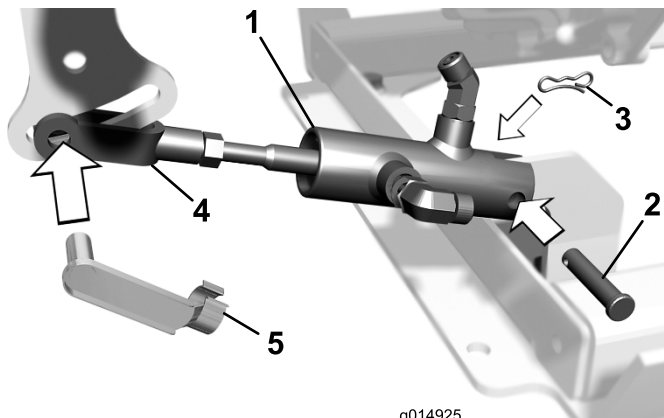

図 5
8. 油圧シリンダを、シリンダ取り付けプレートに取り付ける；クレビス・ピンとロックン・コッター・ピンを使用する（図 5）。
9. 油圧シリンダのヨークを、トラクション・リンクのスロットに嵌めてスプリング・クレビス・ピンで固定する（図 5）。